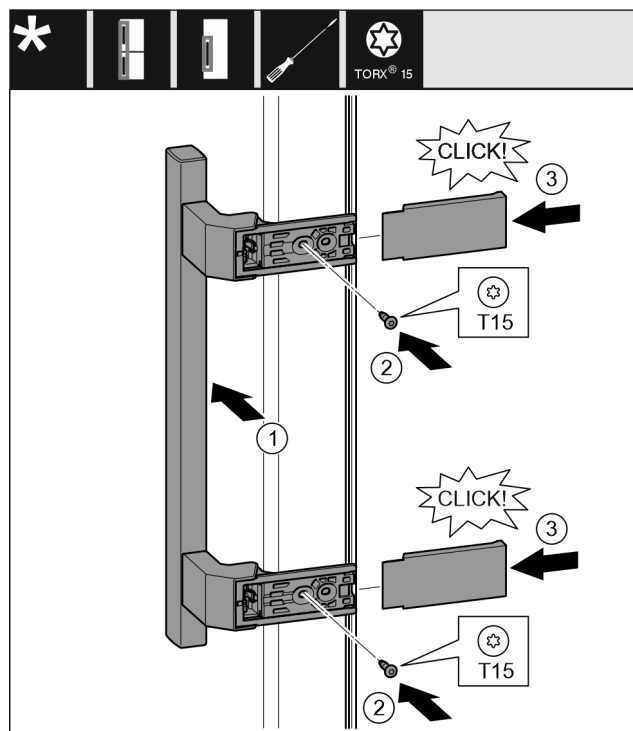

Fig. 40
- Vendosni dorezën në anën e kundërt. Fig. 40 (1)
- Mbërtheni fort vidat me një kaçavidë T15. Fig. 40 (2)
- Vendosni kapakët mbulues anash dhe shtyjini. Fig. 40 (3)